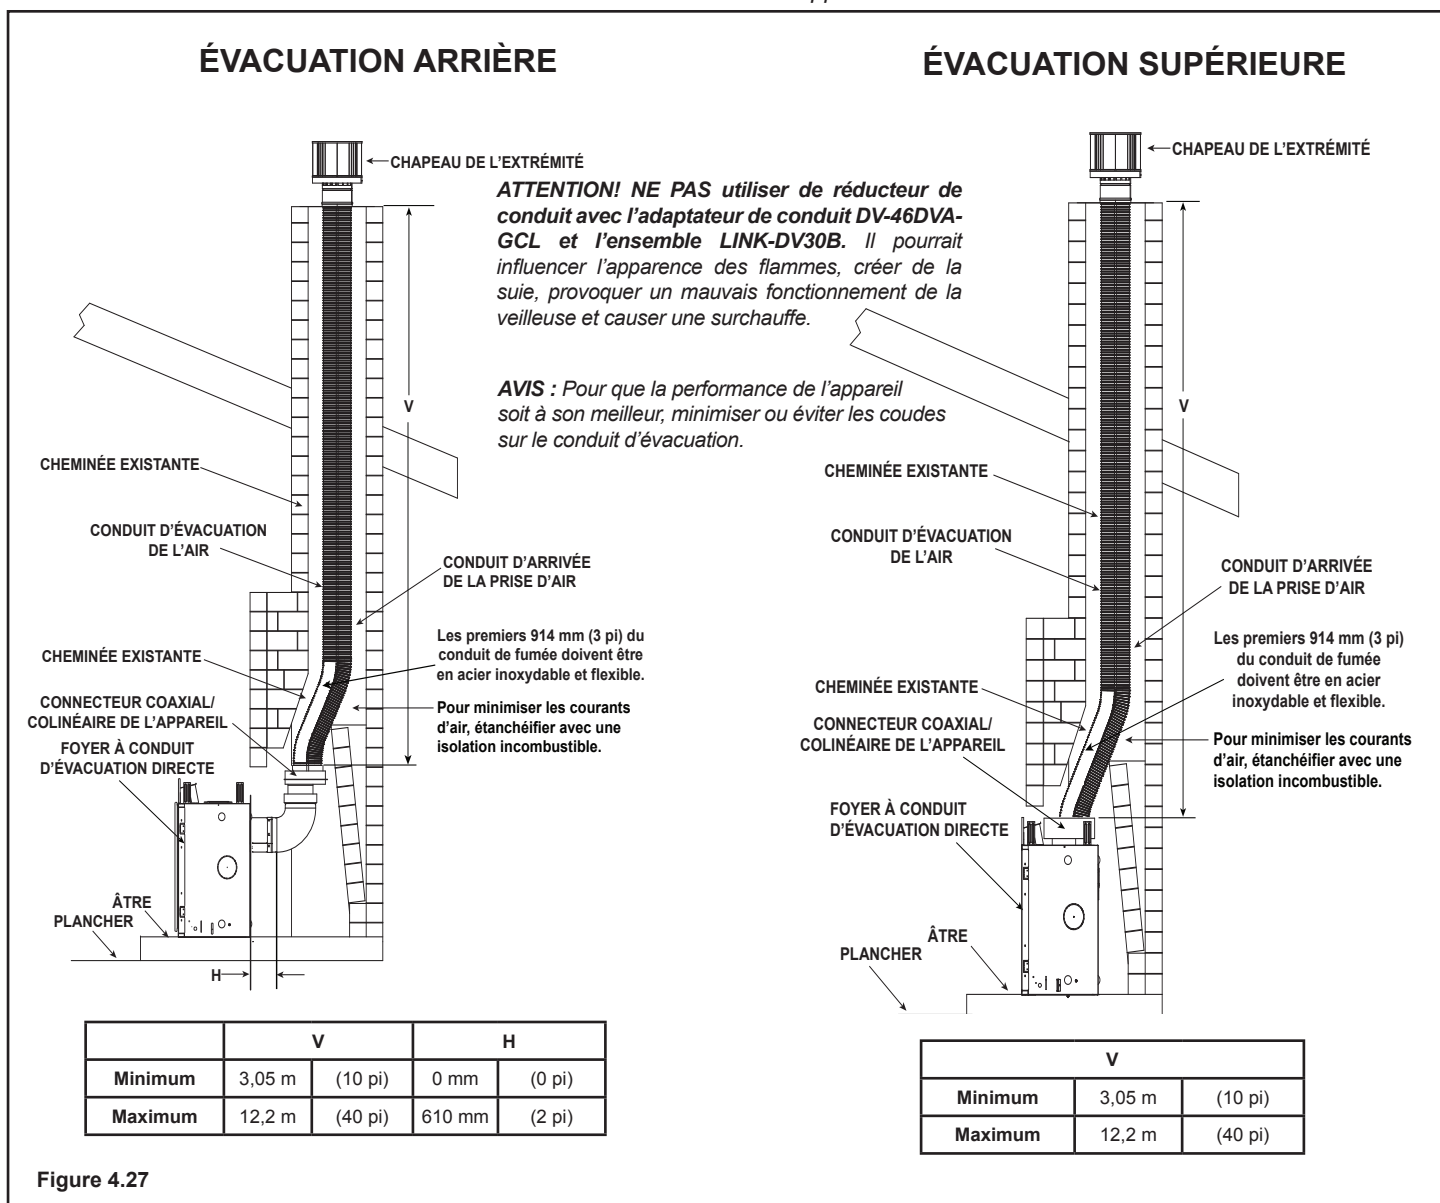

Figure 4.27
- Le cas échéant, enlevez le couvercle du conduit supérieur et l'isolation. Voir la section 6 « Préparation de l'appareil ». Fixez l'adaptateur DV-46DVA-GCL au col de départ de l'appareil au moyen de vis autotaraudeuses de 3-1/2 po. Voir la figure 4.27.
- Le cas échéant, enlevez le couvercle du conduit arrière et l'isolation. Connectez l'adaptateur DVP-2SL à la partie verticale du coude. Suivez les instructions d'installation jointes à l'ensemble DVP-2SL. Fixez l'adaptateur DV-46DVA-GCL au DVP-2SL au moyen de vis autotaraudeuses de 3-1/2 po. Voir la figure 4.27.